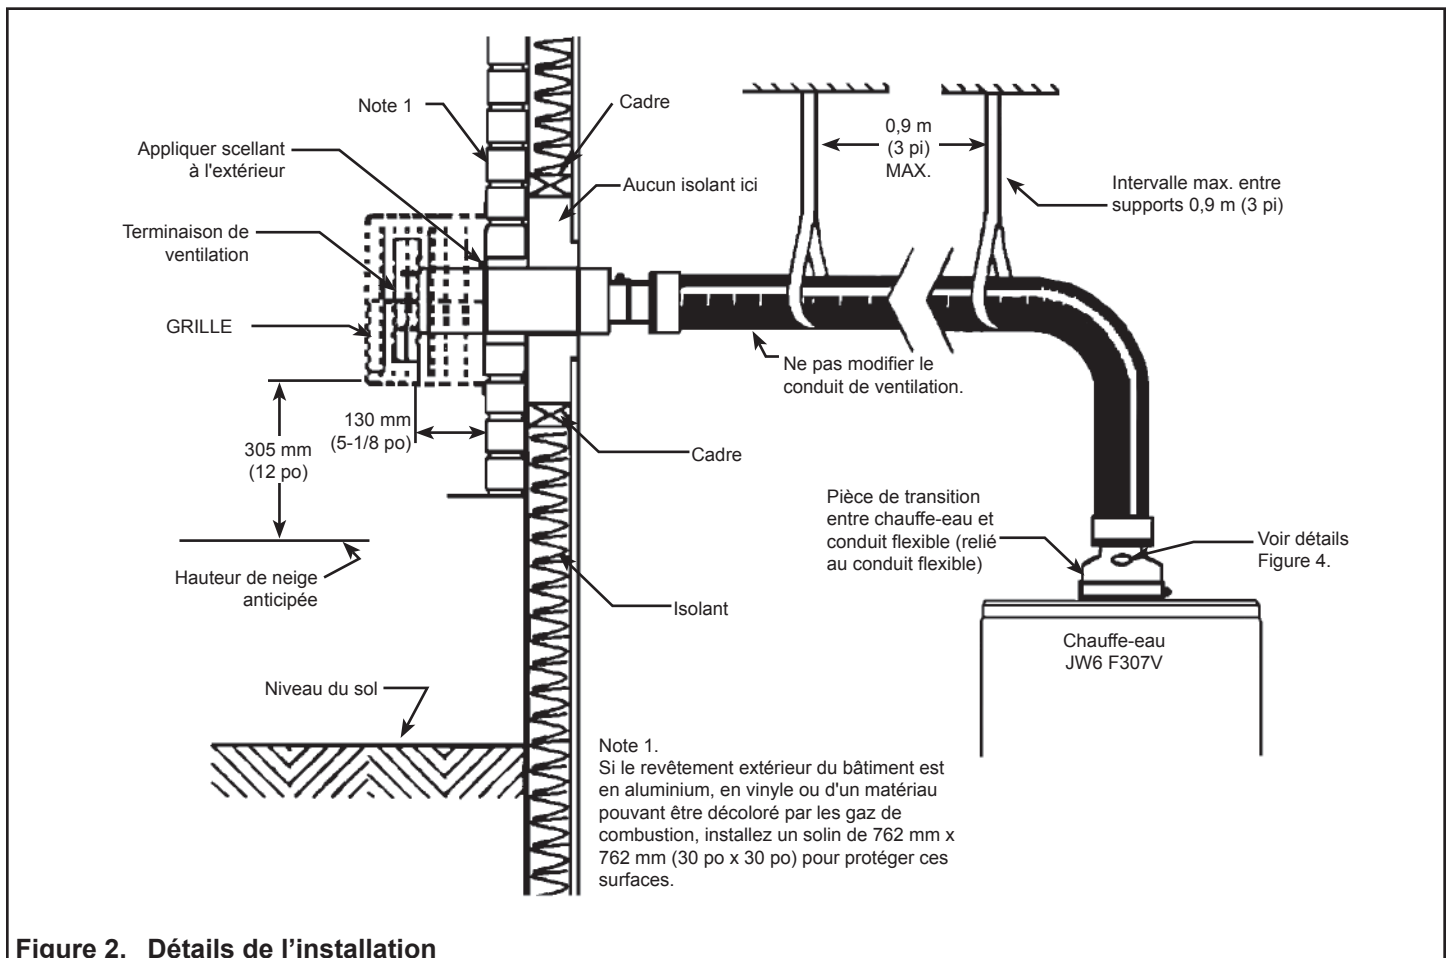

Figure 2. Détails de l'installation
Positionnez le chauffe-eau aussi près que possible d'un mur extérieur, afin de minimiser la longueur du conduit d'évacuation. À noter que la longueur minimale du conduit est de 1,5 m (5 pi); il n'est pas permis de modifier le conduit d'évacuation. Considérez la direction des vents prédominants et les possibles accumulations de neige contre le mur extérieur du bâtiment (voir Figure 2).
8. Les sections horizontales du conduit doivent être convenablement supportées. La distance maximale entre deux supports est de 0,9 m (3 pi) (voir Figure 2).